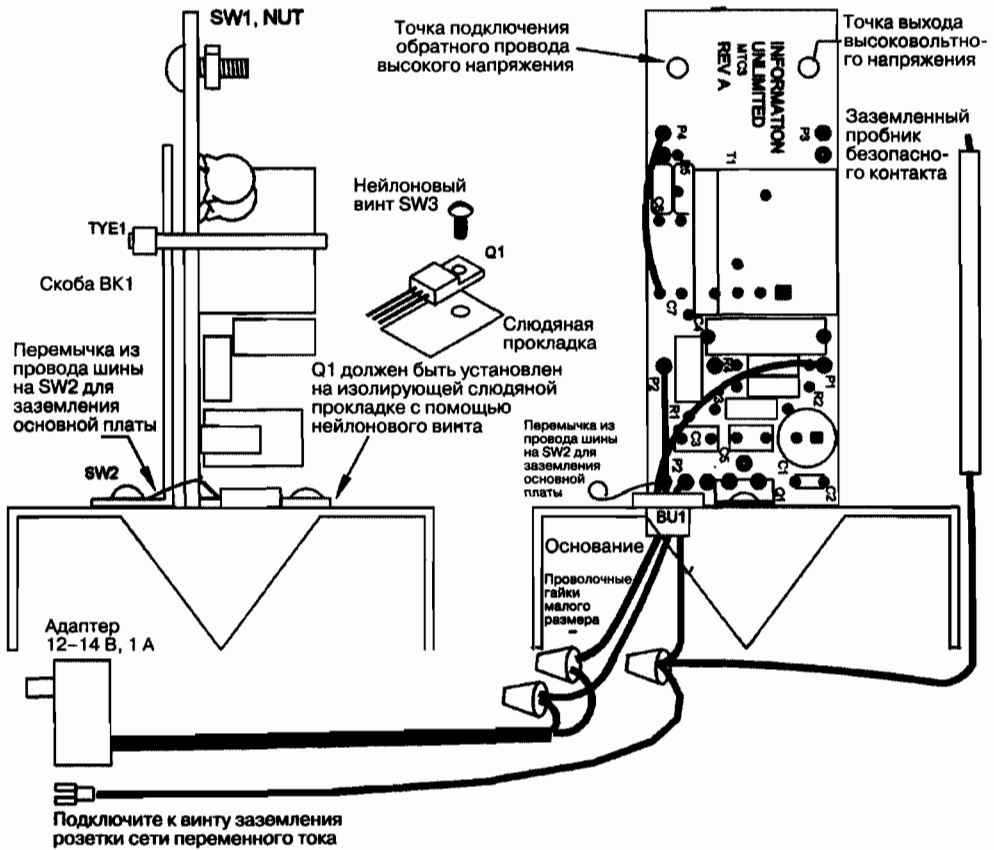
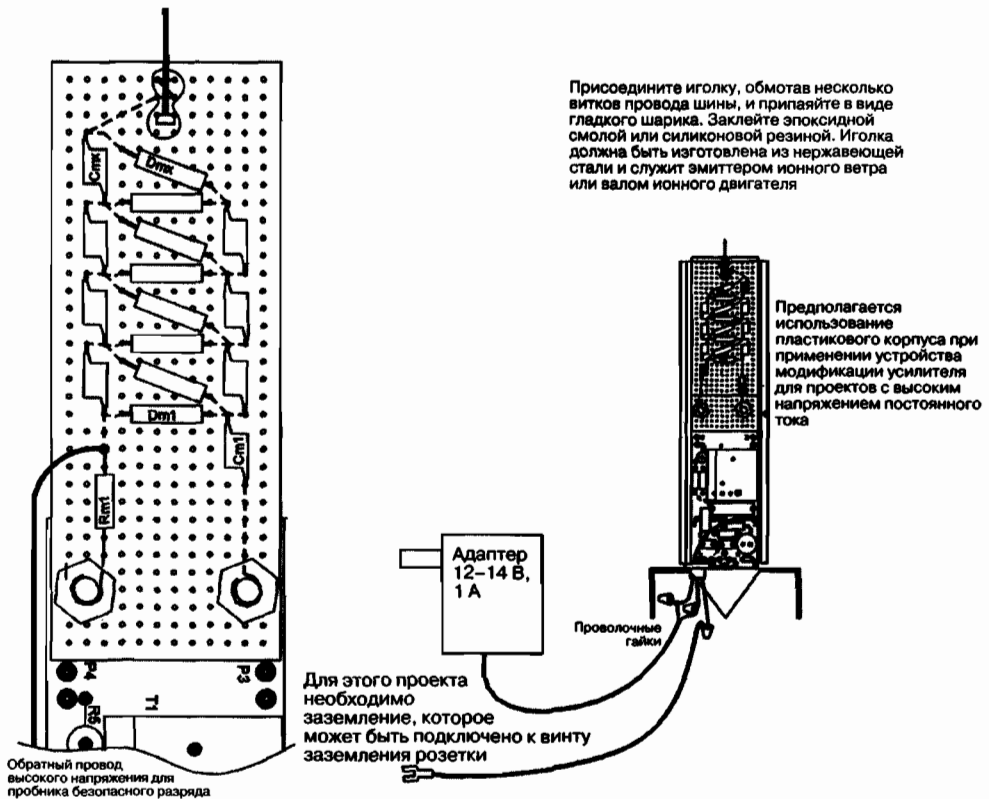

Рис. 16.4. Сборочный чертеж устройства
Рис. 16.10. Модификация усилителя
1. Изготовьте основную секцию BASE из алюминиевой пластины 7,62×7,62×0,15 см и просверлите отверстие, чтобы установить на ней теплоотвод для Q1, а также маленькое отверстие для SW2, который фиксирует скобу BK1, и отверстие для проходного изолятора BU1. Примерьте все компоненты перед началом сверления. Загните края основания вниз, как показано на рис. 16.4.
3. Проведите окончательную сборку (см. рис. 16.4). Прикрепите сборочную плату к скобе с использованием пластикового охватывающего зажима. Заземлите основную секцию с помощью короткого куска провода шины под SW2, подключите провод к линии P2 на плате.
Важно, чтобы устройство было заземлено там, где это указано, с отдельным подключением к заземленному объекту. Использование сетевого адаптера требует отдельного провода заземления для правильной работы, поскольку внешняя схема обычно изолирована от первичной вилки питания и нет третьего контакта заземления. Для такого внешнего соединения можно использовать винт или приемную плату, как показано на рисунках. При использовании преобразователя напряжения автоматическое заземление достигается благодаря третьему контакту сетевой вилки, которая соответствует отрицательному выводу – выводу заземления (см. рис. 16.4). Эксперименты с ионами потребуют модификации усилителя в сборке устройства, как показано на рис. 16.10.
- **Ионный высокоскоростной двигатель.** Вращает металлический ротор со скоростью тысячи оборотов в минуту (рис. 16.10).
- **Силовое поле.** Оказывает сильное давление на объект, расположенный на поверхности (см. рис. 16.10).
- **Замораживание движения.** Захватывает высокоскоростное периодическое движение в какой-то момент времени (см. рис. 16.10).
- **Передача заряда и заряд конденсатора.** Заряжает объекты до высокого напряжения без контакта (см. рис. 16.10).
- **Генератор отрицательных ионов и ионный ветер.** Вырабатывает поток полезных отрицательных ионов, которые легко обнаружить (см. рис. 16.10).